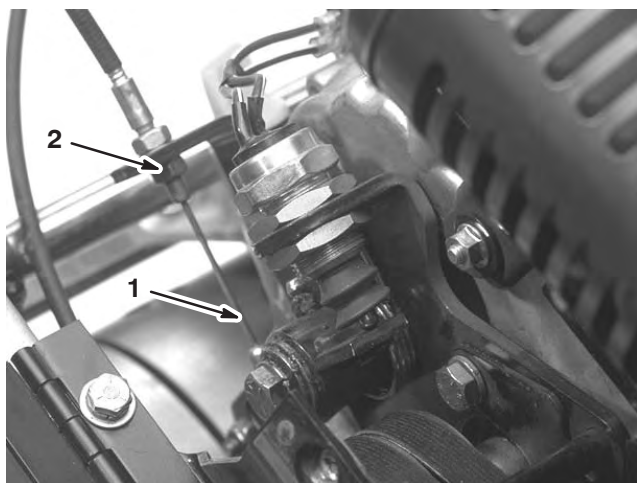

Figure 42
3. Pour accroître la tension du câble, desserrez l'écrou de blocage avant et serrez l'écrou de blocage arrière (Fig. 42) jusqu'à ce qu'une force de 1,5 to 2,3 kg soit requise pour engager la transmission aux roues. Mesurez la force au bouton de commande.